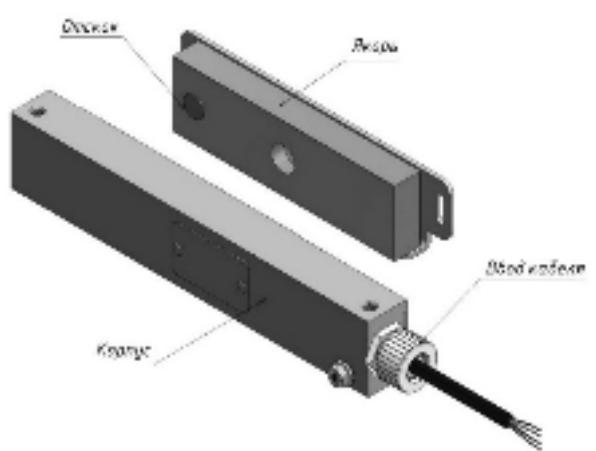

Рисунок 6 - Взаимное положение корпуса и якоря для замка варианта «Н»
**Внимание! При монтаже якоря замка варианта «Н» необходимо соблюдать положение отсека якоря относительно корпуса. Якорь должен быть ориентирован так, чтобы отсек якоря был направлен к корпусу с противоположной от кабельного ввода стороны (рисунок 6).**